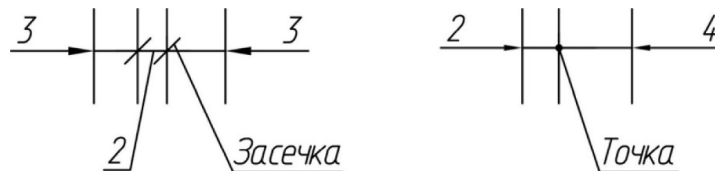

Рис. 71. Точки и засечки на размерной линии
9. Когда на размерной линии мало места для стрелок, наносят точки или засечки (рис. 71).